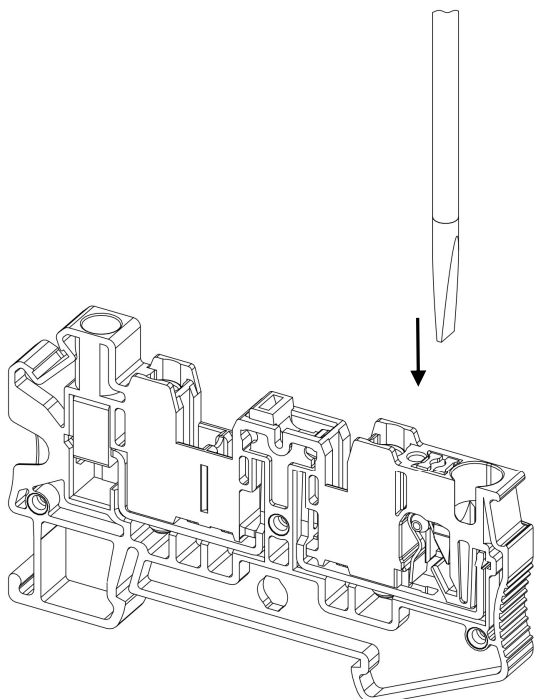
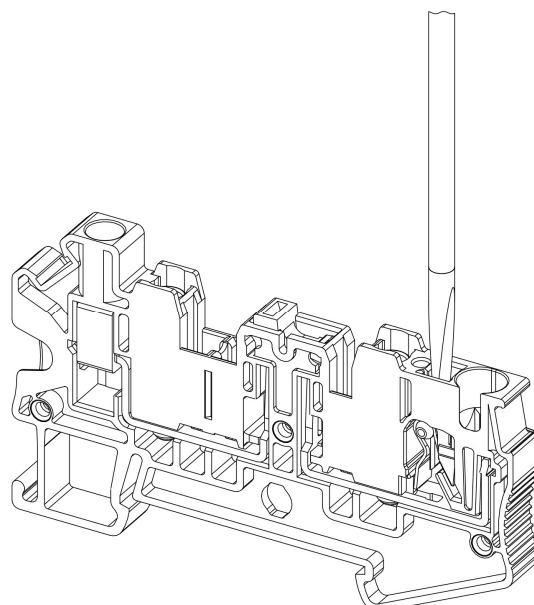

Рисунок 19 – ввод отвертки для открытия зажима
Рисунок 20 – открытый зажим
- Надавите плоской отверткой на кнопку, чтобы открыть точку подключения для ввода проводника (рис. 19; рис. 20).